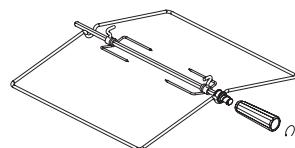
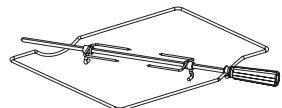

рис. 10
рис. 11
**Внимание!** Во избежании перегрева и разрушения стеклокерамического стола используйте посуду с ровным дном и размером соответствующим диаметру зоны нагрева. Запрещается использовать посуду с изогнутым дном и диаметром посуды меньше диаметра зоны нагрева. Запрещается устанавливать посуду со смещением относительно зоны нагрева. (рис.10).
- Плиты комплектуются вертелом со съемной рукояткой (рис.10). В зависимости от комфорта, плиты могут комплектоваться вертелями другого исполнения (рис.11). При установке и извлечении использовать рукоятку, которая накручивается на резьбовую втулку.